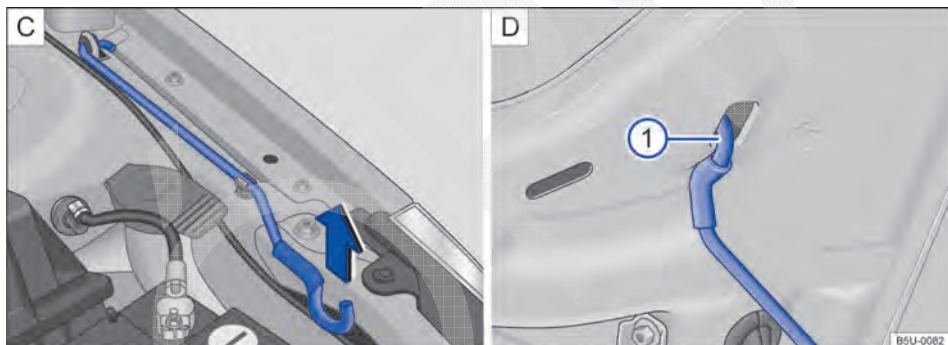

Fig. 184 **C** Haste de sustentação da tampa do compartimento do motor. **D** Tampa do compartimento do motor apoiada na haste de sustentação.
- Retirar a haste de sustentação do suporte no sentido da seta → Fig. 184 **C** e posicioná-la na abertura na tampa do compartimento do motor → Fig. 184 ① **D**.
- Retirar a haste de sustentação do furo → Fig. 184 ① **D** e encaixá-la no suporte do fecho → Fig. 184 **C**.